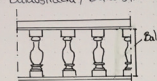

Figura 3b. Palastrada
• Palastrada/Balaustra. Ver figura 3b.